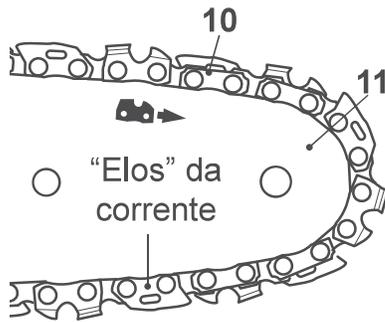

Fig. 11
1. Verifique a tensão da corrente utilizando uma mão para levantar a corrente (10) contra o peso do produto. A tensão correta da corrente é alcançada quando for possível elevá-la aproximadamente 2-4 mm acima da guia (11) no centro (Fig. 11, 12).